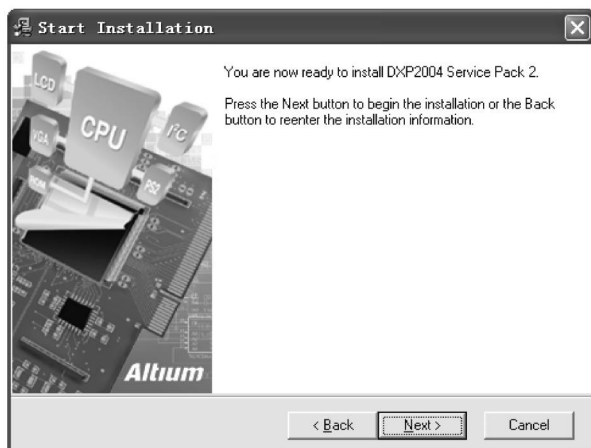

图 1-10 【进入安装】对话框
(3) 步骤三 单击【Next】按钮，将弹出一个对话框，提示进入安装，如图 1-10 所示。